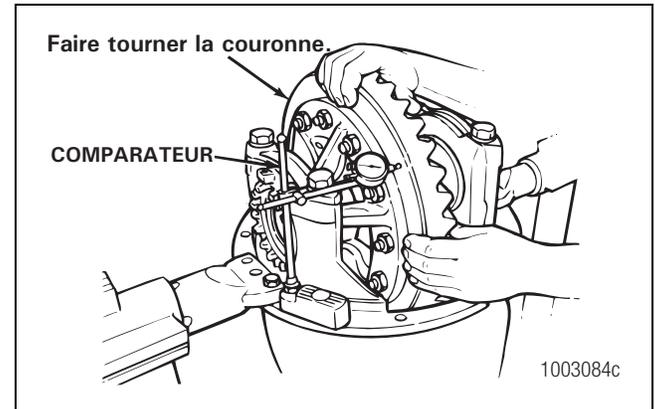

Figure 5.60
1. Placer un comparateur sur le flasque de la tête de pont. Figure 5.60.
2. Régler le comparateur de façon que le toucheau s'appuie contre la face arrière de la couronne. Figure 5.60. Régler le comparateur à ZÉRO.